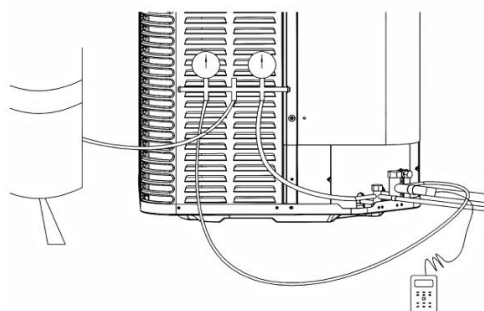

Figure 15.5
- Connecter les manomètres à la bouteille de fluide frigorigène et à l'unité comme illustré (Fig. 15.5).